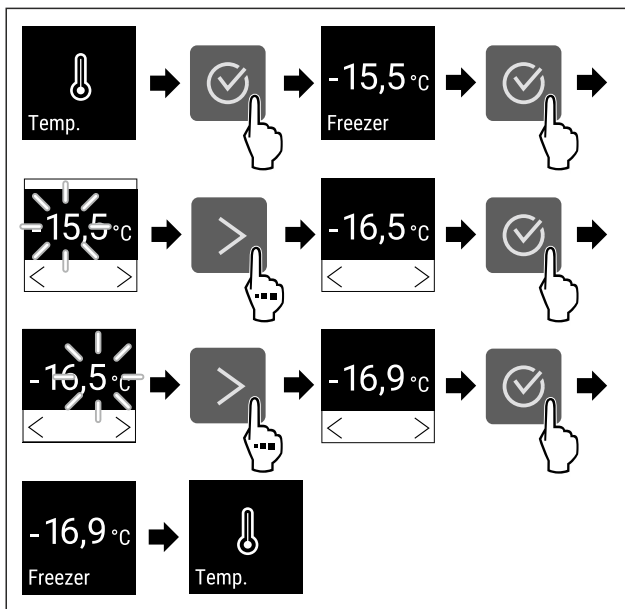

Fig. 66 Смена температуры с -15,5°C на -16,9°C
- ▶ Выполните шаги действия (см. Fig. 66).